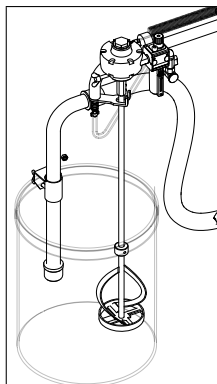

fig. 16: Susținere conductă de aspirare
10. Înșurubați sita de aspirare la conducta de aspirare (a se vedea fig. 16).